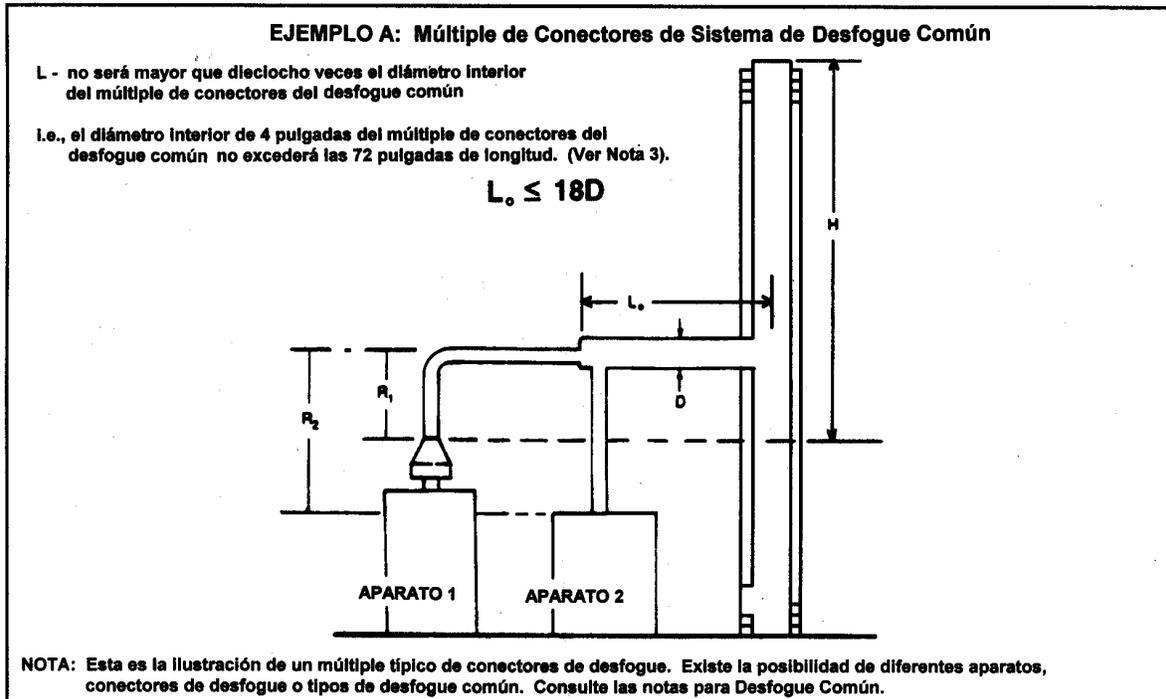

FIGURA J-9
3. Si los conectores se combinaran antes de entrar al desfogue común, la capacidad máxima del desfogue común listada en las tablas de desfogue común, deberá reducirse en un 10 por ciento (0.90 por la capacidad máxima del desfogue). (Véase Figura J-9). La longitud del múltiplo distribuidor de conectores del desfogue común (L), no excederá los 1 ½ pies (18 pulg) (457 mm) por cada pulgada (25.4 mm) de diámetro del múltiplo distribuidor de conectores del desfogue común (D).